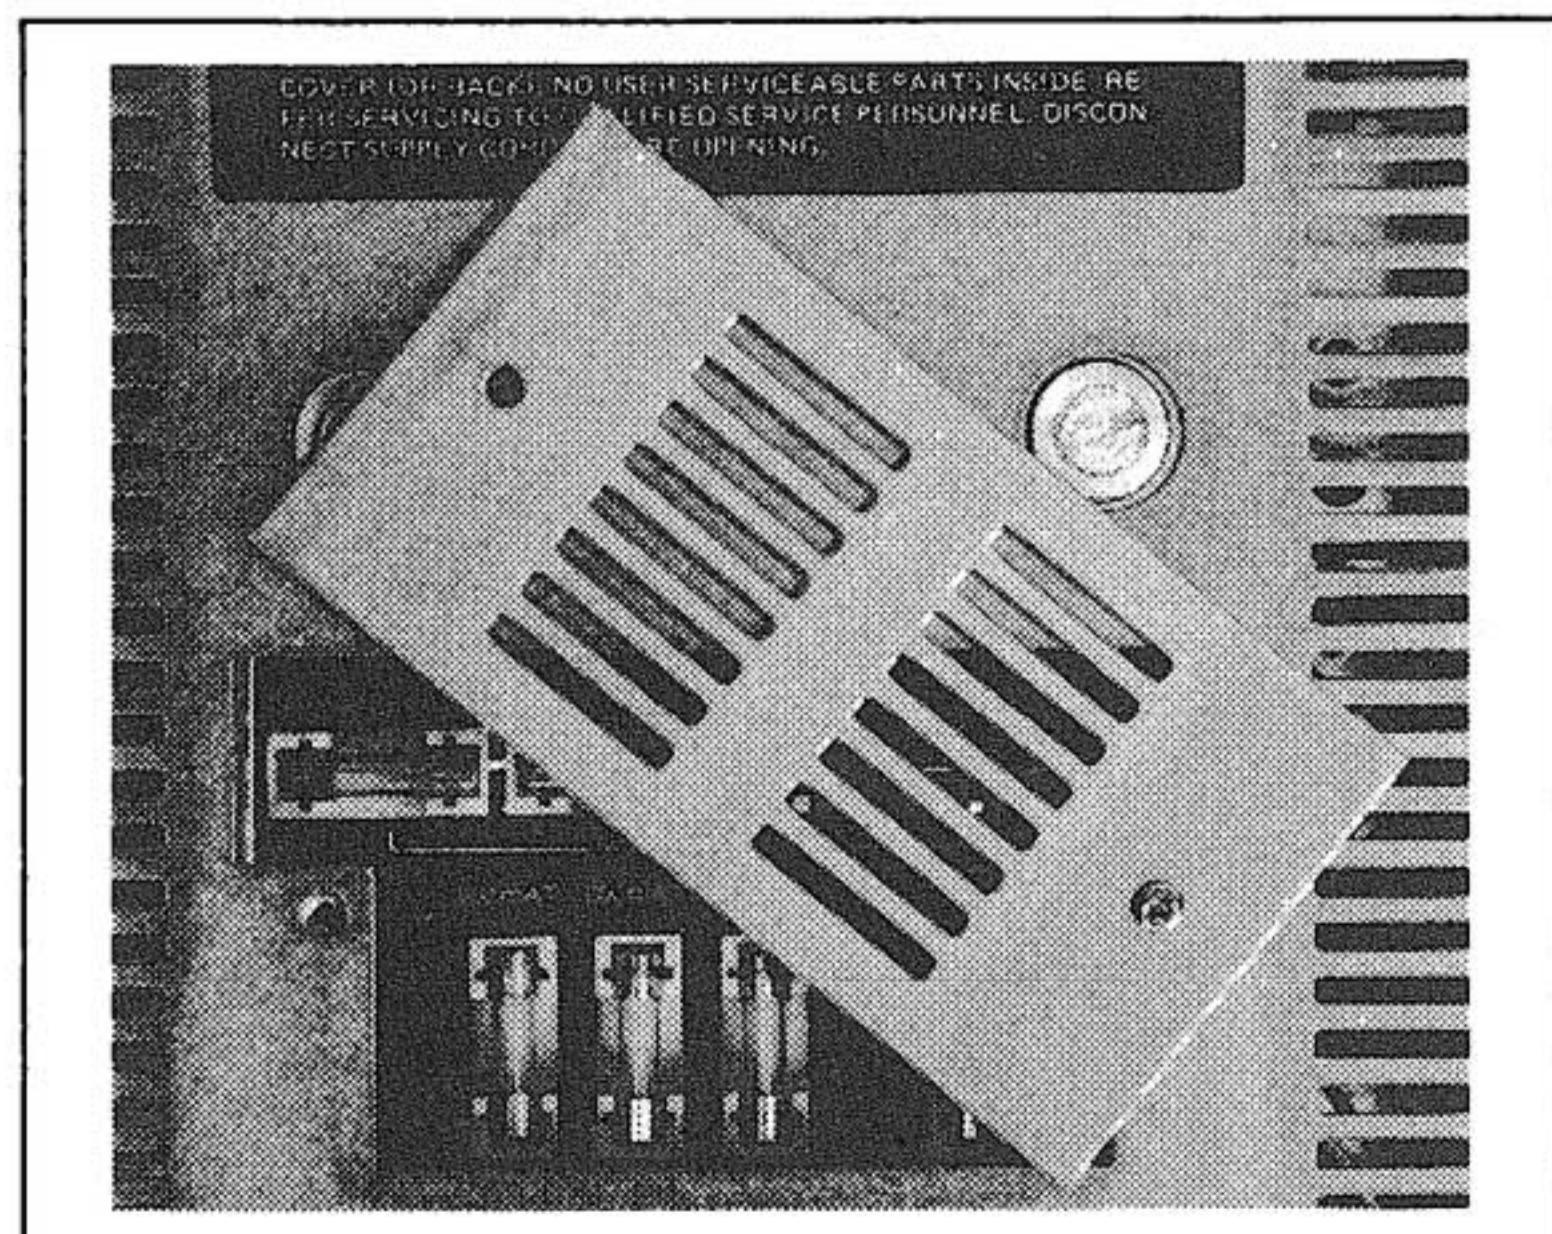

Fig. 2.10
- Sicherungsverschluss ⑧ (s. 1.2.1) durch Drehen öffnen (Bajonettverschluss).
- In der Mitte des unteren Deckblechs die beiden Schrauben der kleinen Abdeckung lösen und diese abheben (Fig. 2.10).
- Unfasten the two screws of the small cover in the center of the bottom cover plate and remove small cover (Fig. 2.10).
- Sur le fond de l'appareil, retirez le petit couvercle central en dévissant les 2 vis selon la fig. 2.10.